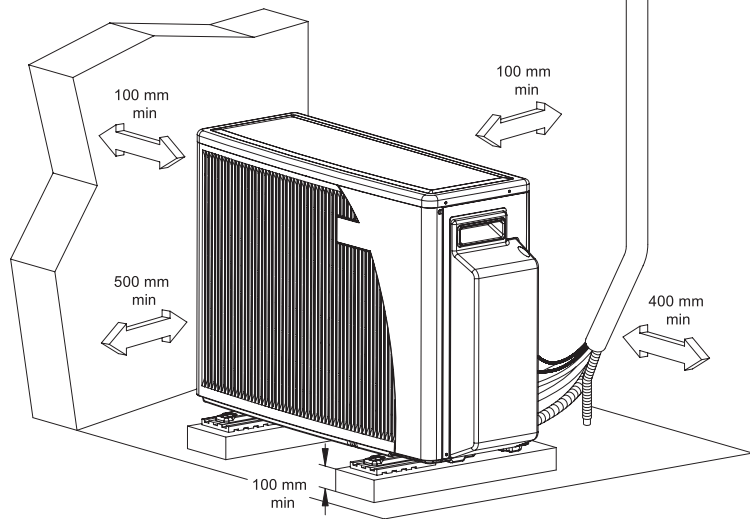

Abb. 4
1. Die Lage muss für die Wartung leicht zugänglich sein und eine gute Luftzirkulation gewährleisten. Siehe Abb. 4.
6. Sehen Sie in Abbildung 4. nach, welche Installationsabstände zulässig sind.